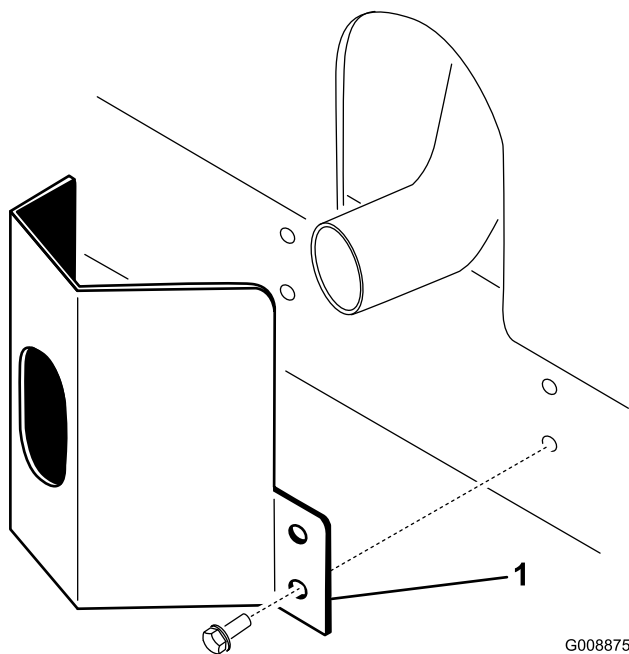

図 9
1. フレームについている取り付け穴に合わせてマフラー部にガードを取り付ける 図 9。
2. タップねじ本で固定する 図 9。